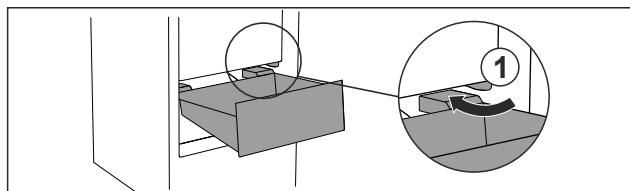

Fig. 105
- Schubfach schräg um die Stopper Fig. 105 (1) herumführen.